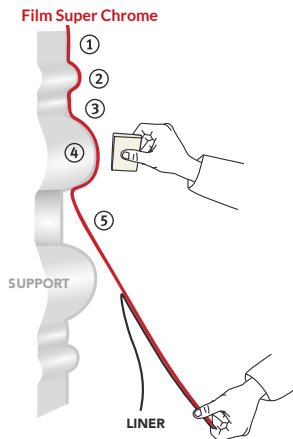

Figure 07
- › Retirer progressivement le liner en maintenant une tension vers le bas. (FIG. 07)
- › Commencer à appliquer le creux ① puis le relief ② et ensuite le creux ③.
- › Remonter sur l'ondulation suivante ④ puis continuer ⑤ jusqu'à la pose complète.